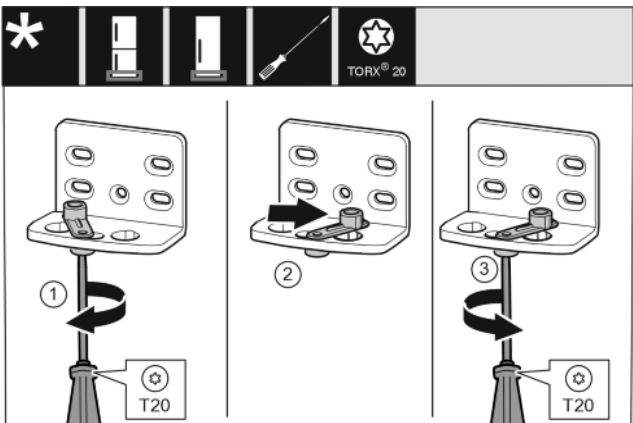

Fig. 14
- ▶ Odvijačem T20 labavo zavijte vijak. Fig. 14 (1)
- ▶ Podignite pomagalo za zatvaranje vrata i okrenite ga za 90° udesno u provrt. Fig. 14 (2)
- ▶ Odvijačem T20 čvrsto pritegnite vijak. Fig. 14 (3)